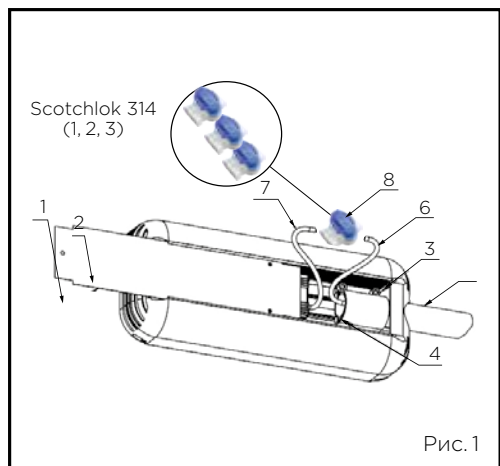

Рис. 1
Для монтажа и подключения светильника «ДКУ» к электрической сети необходимо (рис. 1):
1. Закрепить ДКУ\_кронштейн\_01 (рис.1) на опору, столб, верхнее основание, стены и т.д. Для этого: